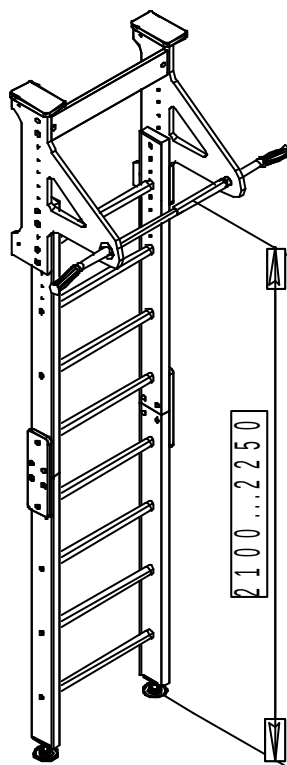

Рис.10
10.5.8 При монтаже комплекса в помещении с высоким потолком для установки турника (дет. поз. 15; 16) на оптимальной высоте (рекомендуемая высота 2100...2250) возможна сборка и установка рамы по рис.10.